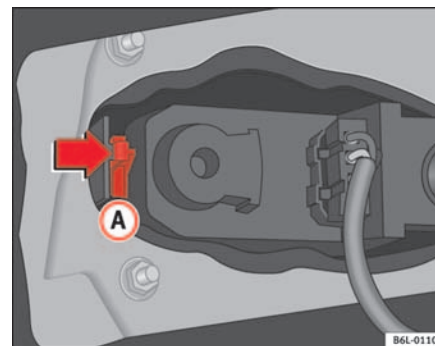

Fig. 155 Luces traseras en la carrocería
- Presione la lengüeta **(A)** ⇒ fig. 155 para liberar el portalámparas y retire este último.